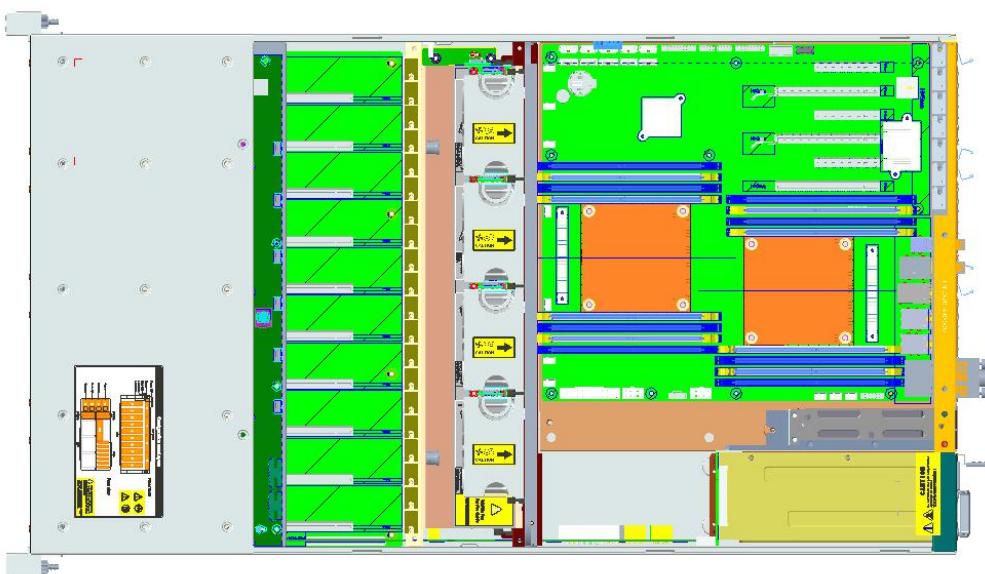

图 2.19
(2) 安装好主板活动螺柱(8mm 高度)之后, 将主板按照对应位置放入机箱, 在主板螺丝孔位上紧主板螺丝, 如下图 2.19: